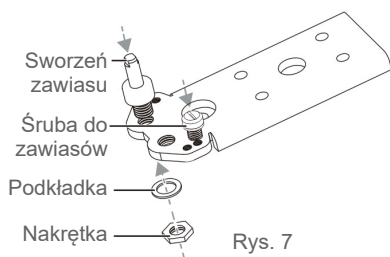

Rys. 5
5. Wykręć cztery śruby i zdejmij zawias dolny (→ Rys. 5).